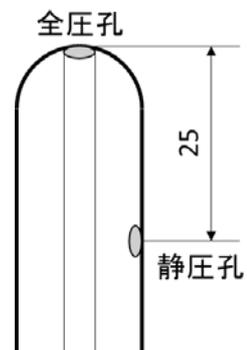

図7 ピトー管先端部
- ⑤ 計測が終わったら次の班が計測を開始する。
- ⑥ データ表にまとめる。大気圧 p_a (管 A), チャンバ圧力 p_c (管 1), 全圧 p_t (管 2), 静圧 p_0 (管 3), 動圧 p_d (全圧-静圧) を「水柱高さ, mm」で表記せよ。なお, ピトー管静圧孔はピトー管先端 (全圧孔) の位置より 25 mm 下方にあることに注意せよ (図7 参照)。すなわち, ピトー管先端位置を 4 mm に合わせたときは, 静圧孔の位置は 29 mm である。
- ⑦ 横軸にノズル入り口からの距離 x , mm, 縦軸に水柱高さ, mm をとったグラフを作成し, 全圧, 静圧, 動圧をプロットせよ (プロット点とプロット点をつなぐ線は書かない)
- ⑧ 実験時の気温 (風洞に付属の温度計), 気圧 (実験室入り口横の気圧計) を記録しておくこと